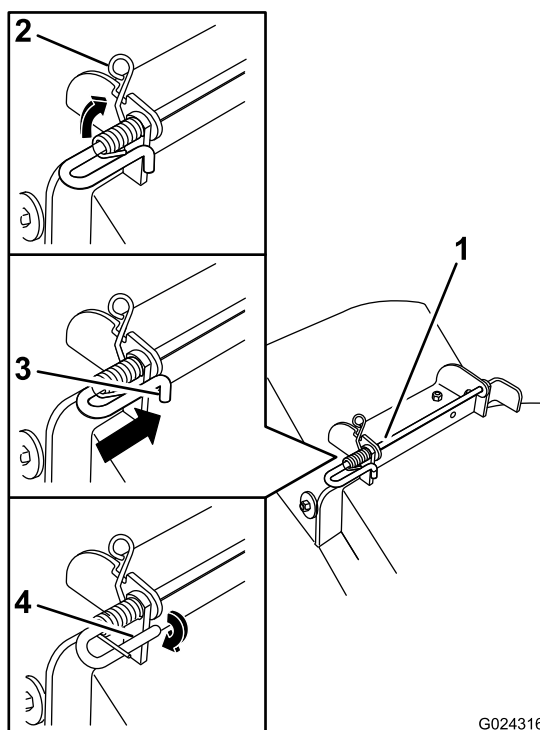

Figura 78
5. Eleve a extremidade com volta da mola e coloque-a no entalhe do suporte do defletor (Figura 78).
6. Prenda a barra e mola rodando-a de forma a que a extremidade curta da barra possa ser colocada por detrás do suporte frontal soldado à plataforma (Figura 78).